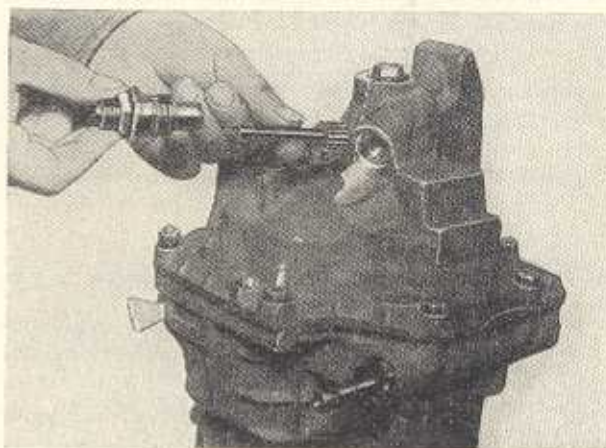

Bild G 91
1. Tacholagerhülse mit Schraubenschlüssel (SW 19) abschrauben und mit dem Tachuantriebsritzel aus dem Gehäuse herausnehmen (Bild G 91).